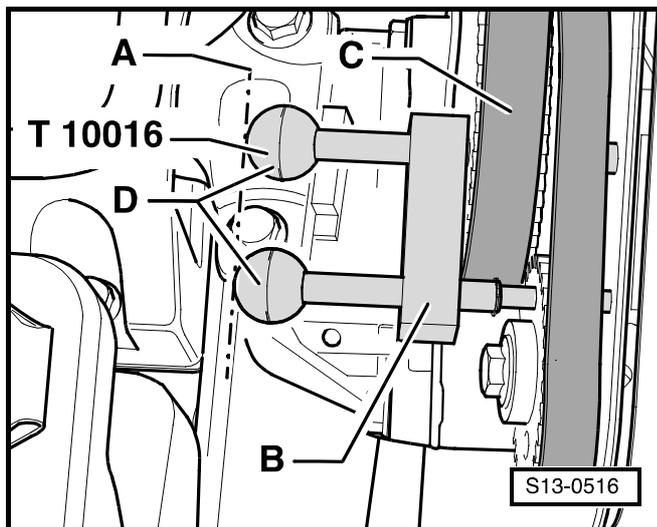

Рис. 2: Проверка осевого зазора распределительного вала
- перед тем как приступить к установке, проверить осевой зазор распределительных валов ⇒ Рис. 2 в **15-2** страница 3
- проверка осевого зазора ⇒ Рис. 2 в **15-2** страница 3